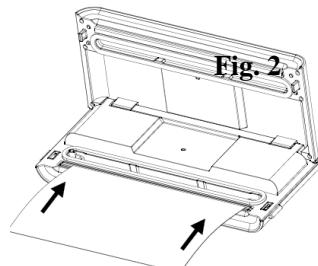

Fig. 2
3. Anbring den åbne ende af posen over svejsetråden, men uden at anbringe posen i vakuumkammeret – Fig. 2.
Luk den øverste halvdel af apparatet med begge hænder, indtil der høres et klik i begge sider – Fig.2